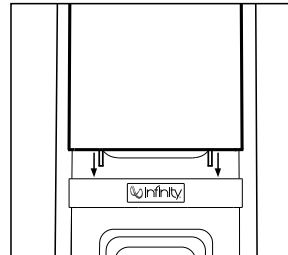

Abbildung 1.
1. Führen Sie die beiden Stifte in die Gummibuchsen in der Oberseite der Logoleiste ein, wie in der Vorderansicht in Abbildung 1 gezeigt.